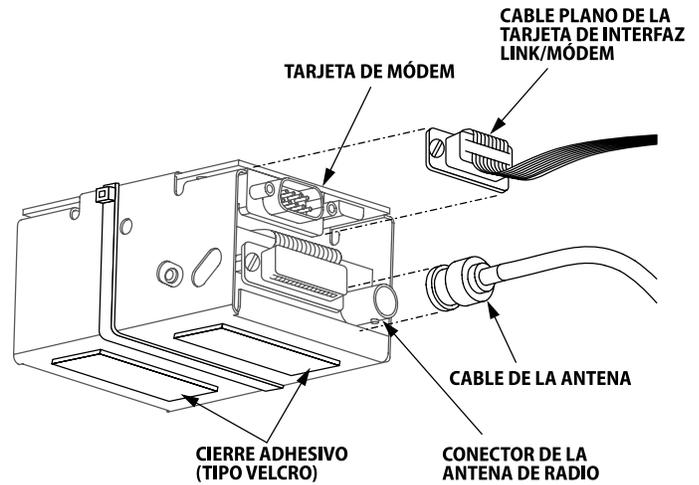

Figura 11C
2. Ubique el conjunto del soporte del radio/módem. Una el cable de la antena con el conector de la antena de radio. Luego, una el cable plano de la tarjeta de interfaz LINK con la tarjeta de módem (consulte la Figura 11C).